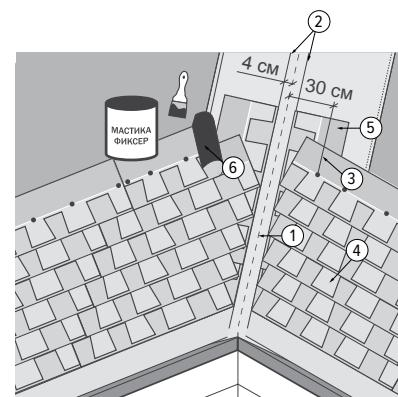

Рис. 11
1. Линия установки вертикального гонта (Рис. 11 — 5) в сторону оси ендовой (Рис. 11 — 1). Ширина желоба ендовой варьируется от 40 до 150 мм.
2. Линия фиксации (Рис. 11 — 3) гибкой черепицы на расстоянии не менее 300 мм от оси ендовой.
Производится отбивка мелованных линий установки вертикального гонта (Рис. 11 — 5) и линий фиксации (Рис. 11 — 3) с помощью шнурки (отбивки).